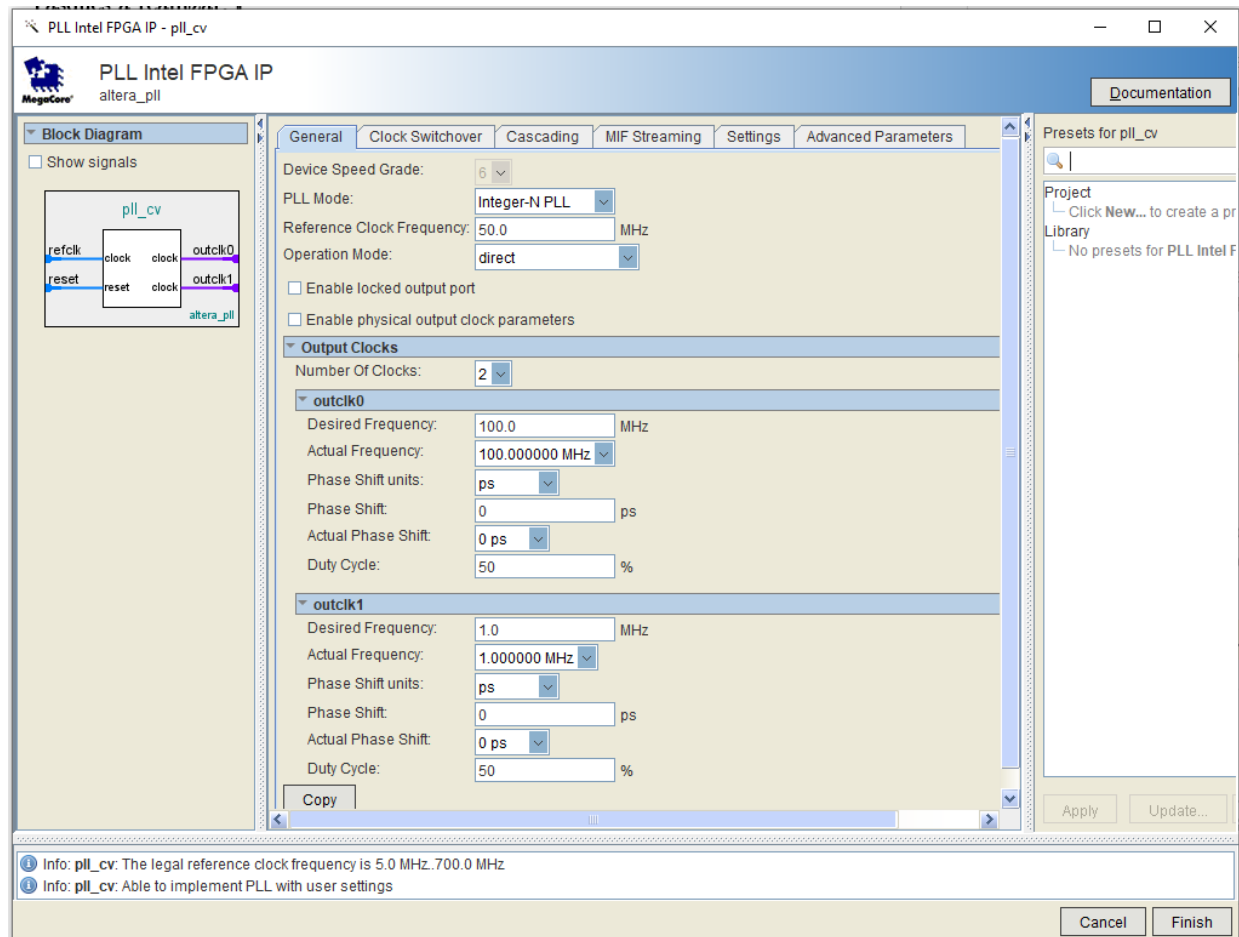

Figura 8. Paràmetres de configuració de la IP del PLL.
- D. Genereu la IP a la carpeta *ips*, amb el nom de *pll_cv.v*, i configureu-lo com es mostra en la Figura 8.